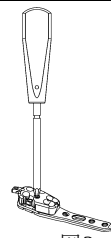

図3
- プレートの近位部にガイドブロックを設置し、六角2.5ドライバーを用いて固定ネジでプレートに固定します。（図3）